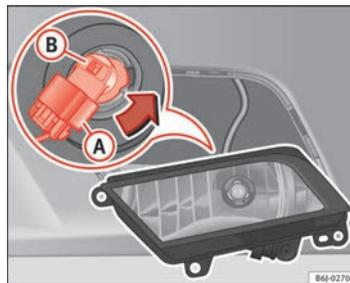

Fig. 155 Faro fendinebbia
- Estrarre il connettore ⇒ fig. 155 (A) della lampadina.
- Ruotare il portalampada ⇒ fig. 155 (B) verso sinistra e tirare. ▶